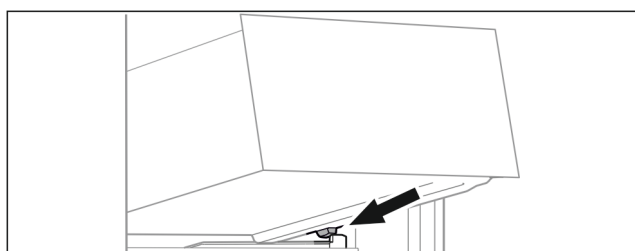

Fig. 189
- ▶ Așezați sertarul oblic în spatele opritoarelor pe nervura recipientului. (vezi Fig. 189)